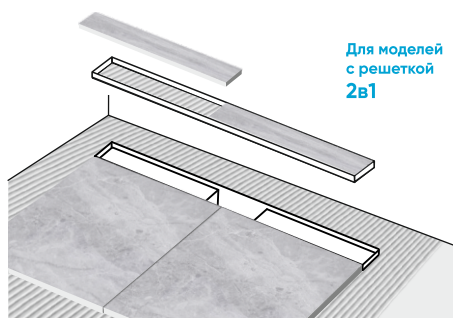

Рис. 9
9. Для моделей с решеткой 2в1 при выборе варианта «под плитку» уложите плитку по внутреннему размеру решетки. (рис. 9).